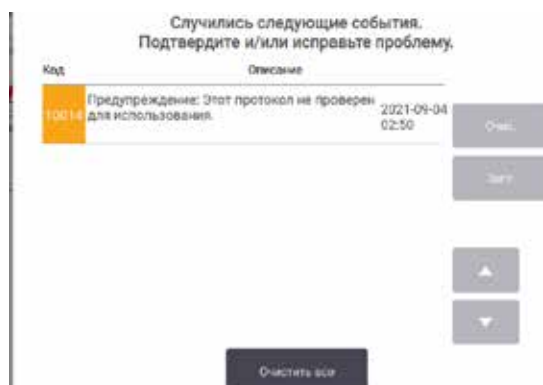

Рис. 64
12. На экране появится окно, предупреждающее о необходимых или рекомендованных действиях перед началом использования протокола (→ Рис. 64). В этом окне всегда будет содержаться предупреждение о том, что протокол не валидирован для использования. По умолчанию новый созданный протокол не является действительным. Ваша лаборатория должна валидировать его для применения в клинической практике. После валидации пользователь с правами руководителя может перейти на экран **Edit Protocol (Изменить протокол)** и нажать кнопку **Validate protocol (Валидировать протокол)**. После этого протокол будет доступен операторам (при условии, что все остальные ошибки, перечисленные в окне, были устранены).
7. На экране появится окно (→ Рис. 64), предупреждающее о необходимых или рекомендованных действиях перед началом использования протокола. В этом окне всегда будет содержать предупреждение о том, что протокол не валидирован для использования. По умолчанию новый созданный протокол не является действительным. Ваша лаборатория должна валидировать его для применения в клинической практике. После валидации пользователь с правами руководителя может перейти на экран **Edit protocol** (**Изменить протокол**) и нажать кнопку **Validate protocol** (**Валидировать протокол**). После этого протокол будет доступен операторам (при условии, что все остальные ошибки, перечисленные в окне, были устранены).